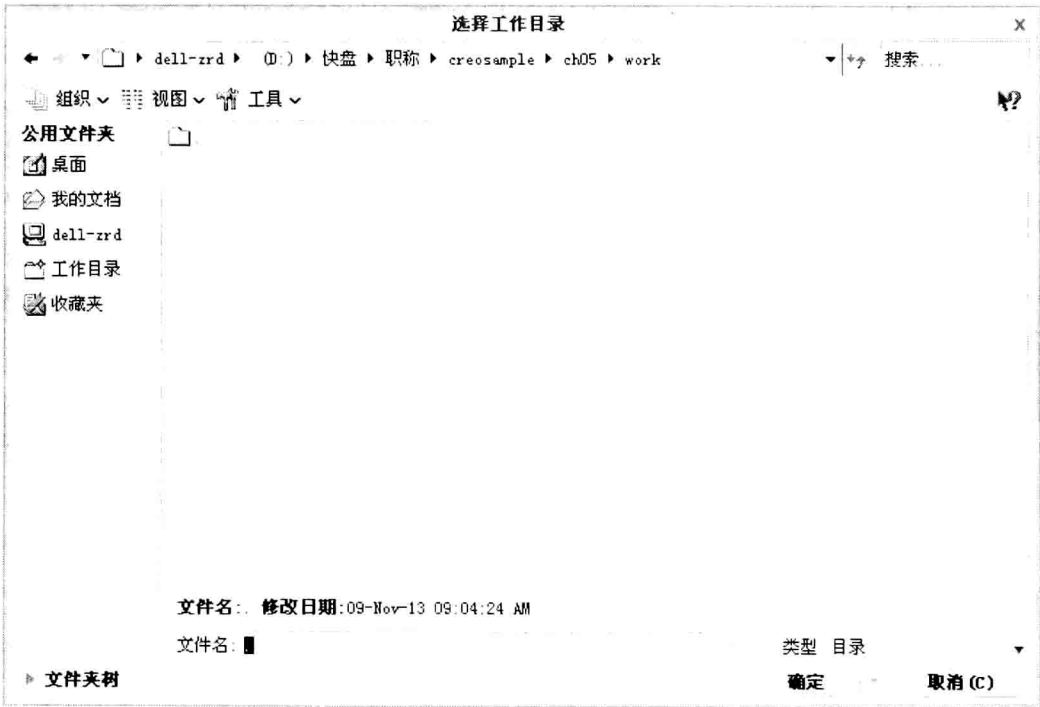

图 1-13 “选择工作目录”对话框
Step1 执行“文件”|“管理会话”|“选择工作目录”命令，打开图 1-13 所示的“选择工作目录”对话框。